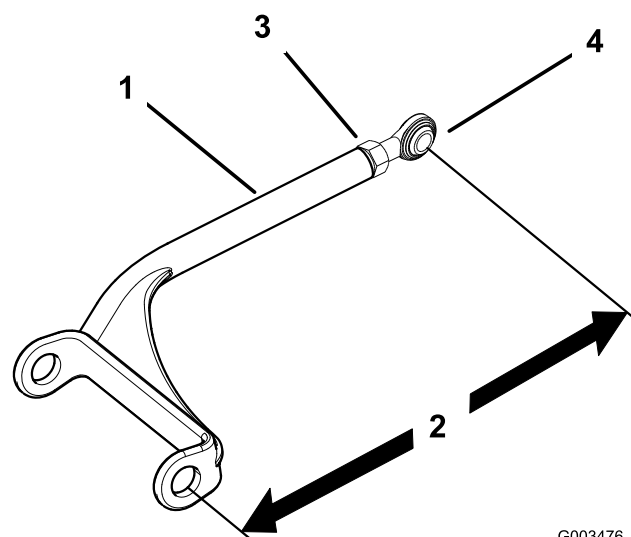

Figura 48
2. Ajuste cada lado en la misma cantidad. Cada brazo de empuje debe tener una longitud de 384 mm (15-1/8 pulg.) (Figura 48).
1. Afloje la contratuerca y gire la articulación esférica en el sentido contrario a las agujas del reloj, una vuelta cada vez (Figura 48).